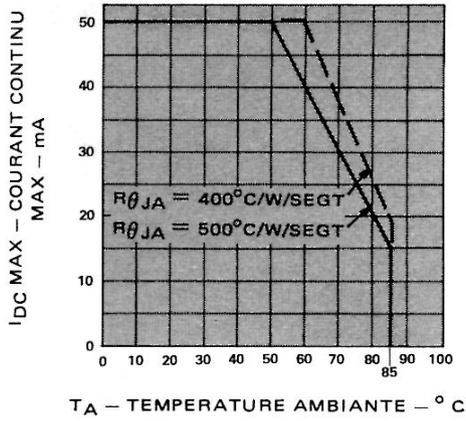

FIGURE 2 – Courant continu maximal admissible par segment en fonction de la température
- Puissance dissipée en courant continu par segment (1) ($T_A = 50^\circ C$) 100 mW
- Courant direct crête par segment (2) ($T_A = 50^\circ C$, impulsions de 1,2 ms) 200 mA
- Courant direct moyen par segment (1) ($T_A = 50^\circ C$) 50 mA
1. Réduire le courant de 1 mA/ $^\circ C$ par segment à partir de $50^\circ C$ (voir figure 2)